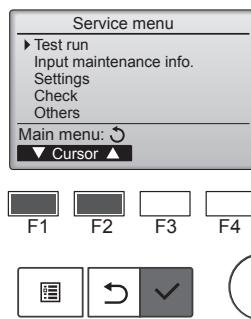

Fig. 6-4
- ③ **F1** veya **F2** düğmesi ile "Test run" (Test çalışma) öğesini seçin ve düğmesine basın. (Fig. 6-4)